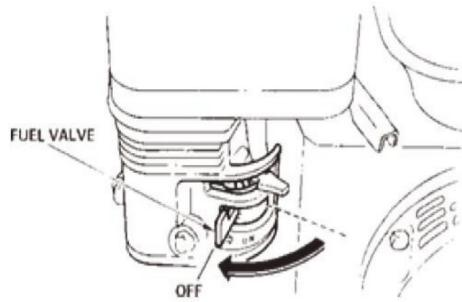

FIG.13
10.3 Cierre la válvula de cierre de combustible (FIG. 13) moviendo la palanca de la válvula de combustible. a la posición APAGADO.